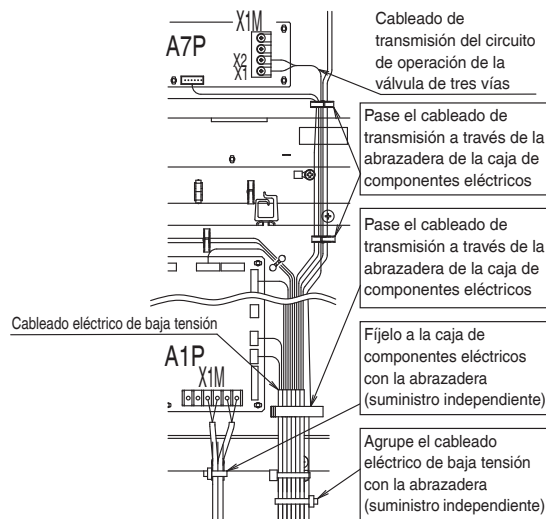
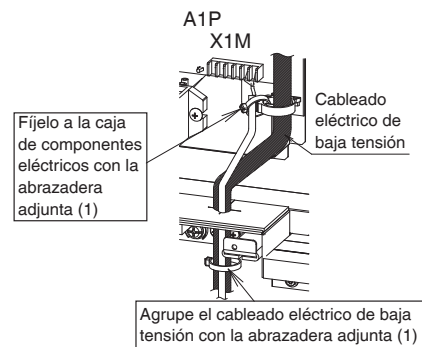
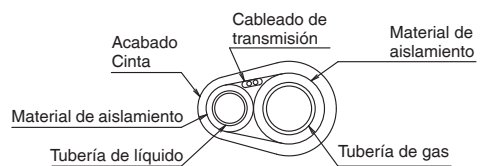

Fig. 21 Fijación del cableado de transmisión (unidad en cascada)
Fig. 22 Fijación del cableado de transmisión (unidad de fuente de calor)
Fig. 23
- En la caja de componentes eléctricos, fije el cableado de transmisión a la caja de componentes eléctricos con las abrazaderas como se indica en la Fig. 21 y la Fig. 22. Utilice las pinzas suministradas para la unidad de fuente de calor y prepare aparte las abrazaderas para la unidad en cascada. En el exterior de la unidad, enrolle el cableado de transmisión junto con la tubería de refrigerante in situ utilizando cinta de acabado (suministro independiente). (consulte la Fig. 23)